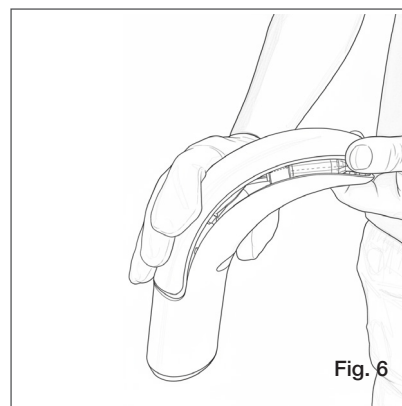

Fig. 6
- Não aproximar os dedos da janela do sensor imediatamente após a ligação do cabo de alimentação (fig. 6).
- Do not place your fingers near the sensor window immediately after the power supply has been reconnected (fig. 6).